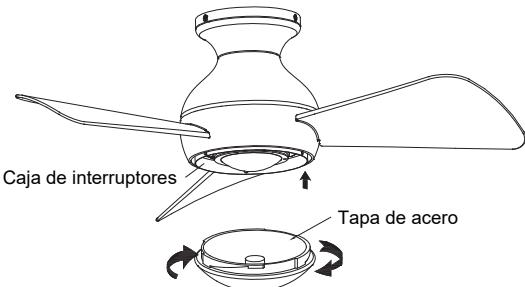

Fig. 15b
Paso 6. Ensamble la tapa de acero con la caja de interruptores haciéndola girar en sentido horario (**Fig. 15b**).